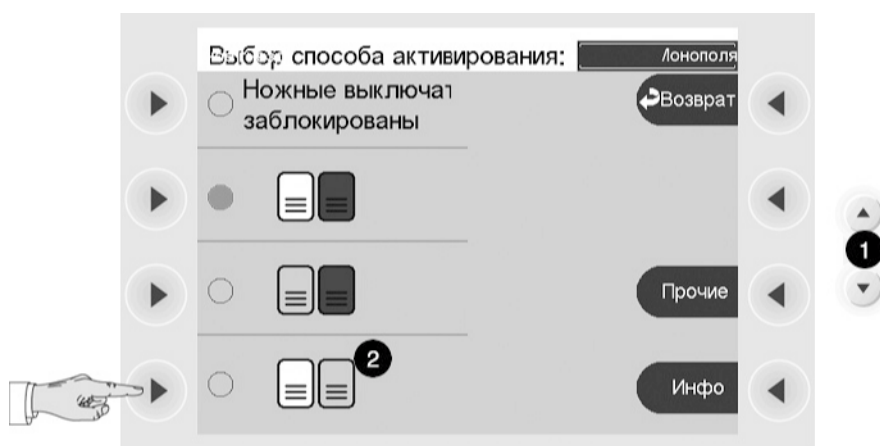
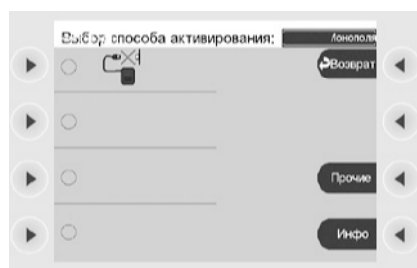

Рис. 5-16
Рис. 5-17
В окне Рис. 5-17 Вы видите список возможных способов присвоения ножного выключателя. Прокрутите клавишей Ab (1) также к следующему окну Рис. 5-16. Вы можете также использовать клавишу выбора рядом с пунктом меню *далее*.